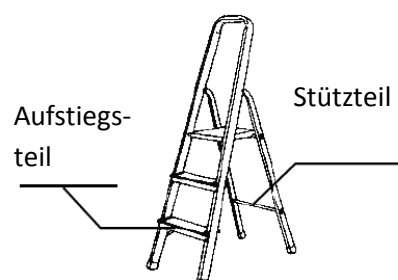

Abb. 9
### **3.3 Einseitige Stufenleitern „Trittstufen“ (Abb. 9)**
- d) Auf das Rohr oder das Profil der einseitigen Trittstufen (Abb. 9) nicht treten.